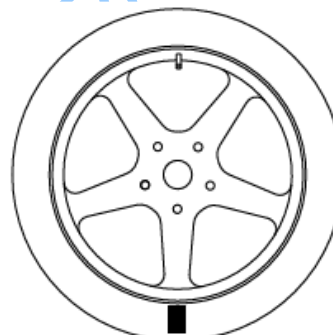

Рис. 5.6 - Маркировка шины на 180 ° относительно клапана
5. Снимите колесо с вала, передвиньте шину относительно обода так, чтобы метка находилась на 180 ° относительно клапана(ниппеля) (см. рисунок 5.6);